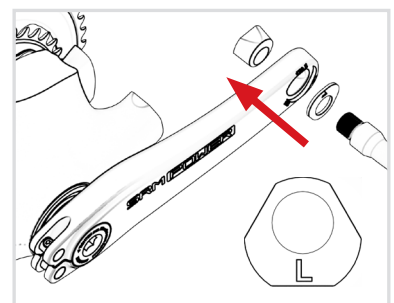

FIG. 6
- Verfahren Sie entsprechend mit der „L“ gekennzeichneten Tri-Lobe Mutter auf der linken Kurbelseite (Fig. 6)